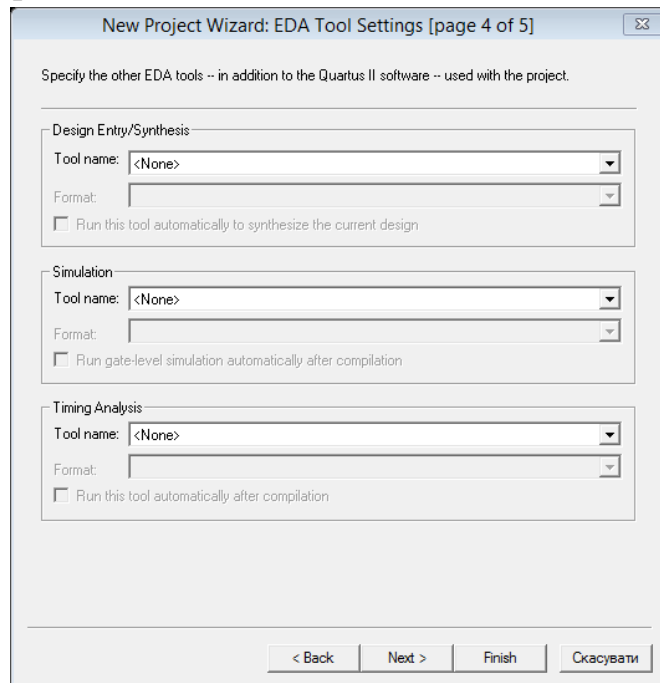

Рис. 7. Четверта сторінка налаштувань New Project Wizard
1.7. На сторінці 4 (рис. 7) можна вказати додатково використовувані САПР сторонніх виробників. В даній лабораторній роботі